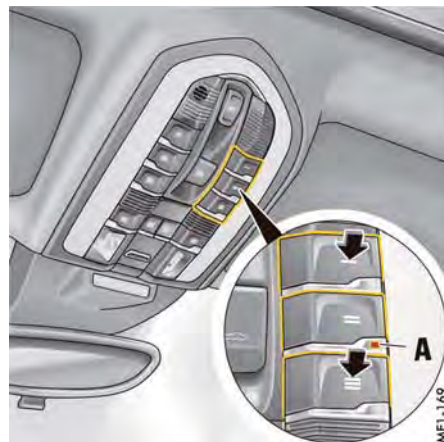

図51: ガレージ・ドア・オープナーのプログラミング
1. オーバーヘッド・コンソールのインジケーター・ライト **A** が素早く点滅し始めるまで、2つの外側ボタン **B** および **A** を約20秒間押し続けてください（82ページ：図51）。